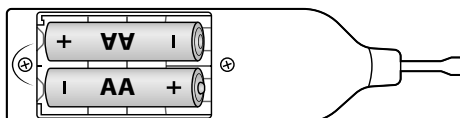

Fig. 1
- ◆ Aprire il vano pile ❷ situato sul lato posteriore del fonditore di cera ❶.
- ◆ Inserire le pile nel fonditore di cera ❶ come indicato nel vano pile ❷ (vedere fig. 1).
- ◆ Chiudere nuovamente il vano pile ❷